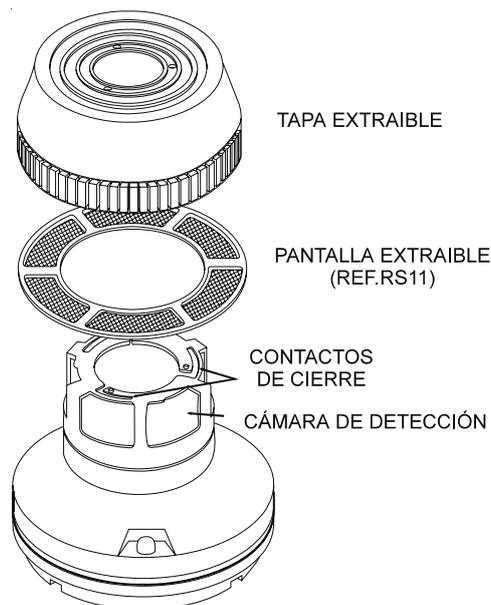

**Figura 10.**
5. Retire la tapa del detector utilizando un destornillado pequeño para hacer palanca en la ranura situada a unos 90 grados del conector para pruebas MOD400. Gire la tapa en sentido contrario a las agujas del reloj y retírela. (Ver Figura 10).